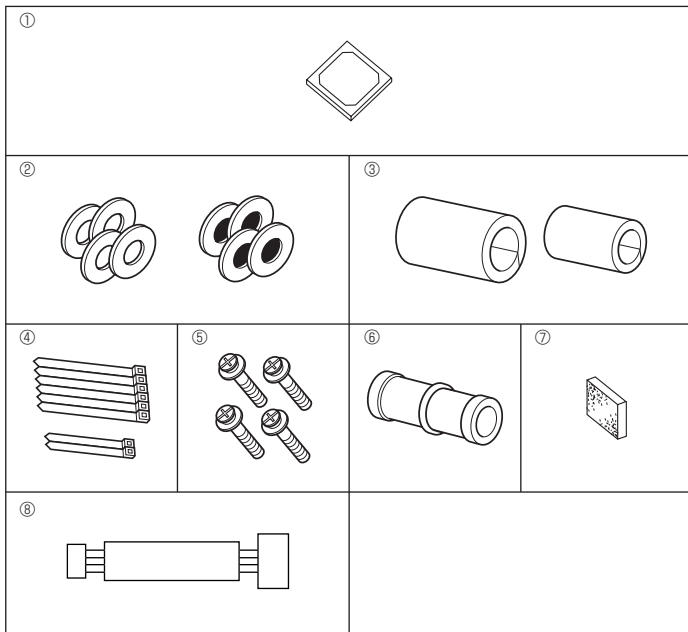

Fig. 2-1
2.1. İç ünite aksesuarlarının kontrol edin (Fig. 2-1)